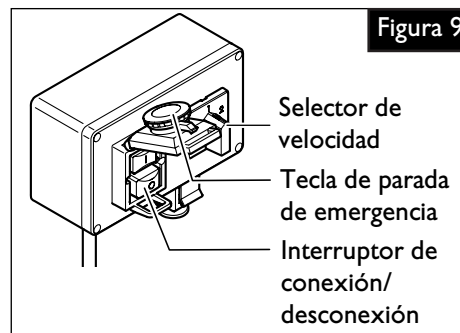

Figura 9
9.1 Conexión: (Figura 9)
9.2 Desconexión: (Figura 9)
9.3 Tecla de parada de emergencia: (Figura 9)